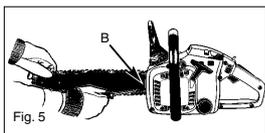

Fig. 5
1. Placer kæ desaven så de kan se reguleringsskruer. Skru(D) med uret for at spæ nde og mod uret for at løsne kæ den. Vær hele tiden opmær rksom på at kæ den sidder korrekt på svæ rdet (Fig. 5).